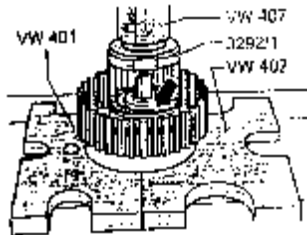

图 7-129 拆卸和安装卡环
(1) 卡环(图 7-129 箭头)的拆卸和安装,可参照图 7-129 所示进行。操作时应小心压下活塞盖板,使得能够装入或拆下卡环。